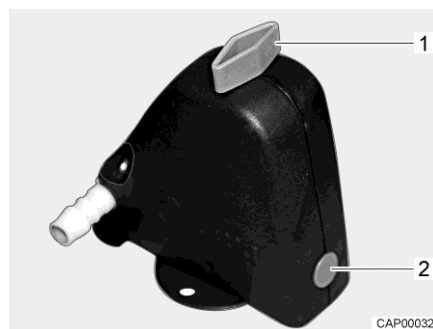
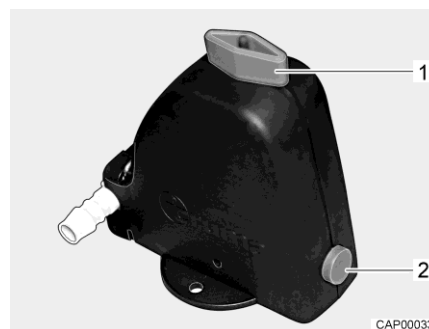

Fig. 120 Valve de sécurité et de vidange fermée
Fig. 121 Valve de sécurité et de vidange ouverte
- Ouvrir la valve de sécurité et de vidange (Fig. 120). Tourner le bouton rotatif (Fig. 120,1) dans le sens longitudinal par rapport à la valve de sécurité et de vidange. Le bouton-poussoir (Fig. 120,2) ressort. La valve de sécurité et de vidange ouverte est représentée à la Fig. 121.